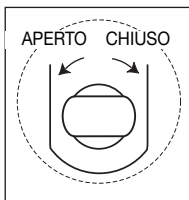

Fig. 2 - Valvola di scarico
4. Usando la manopola della pompa con l'estremità rettangolare, girare lo stelo della valvola di scarico in senso anti-orario per aprire la valvola (non fare più di due giri). Vedere la Fig. 2.